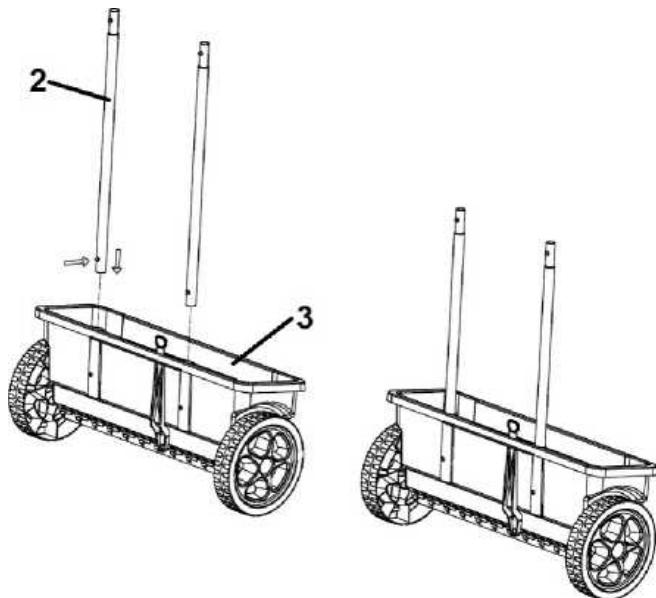

Рис.2
1. Установите нижние кронштейны (рис. 2, поз. 2) в отверстия кронштейнов в бункере разбрасывателя-селялки (рис. 2, поз. 3) и совместите отверстия кронштейнов так, чтобы они вошли в защелки. Щелчок защелок означает правильность установки.